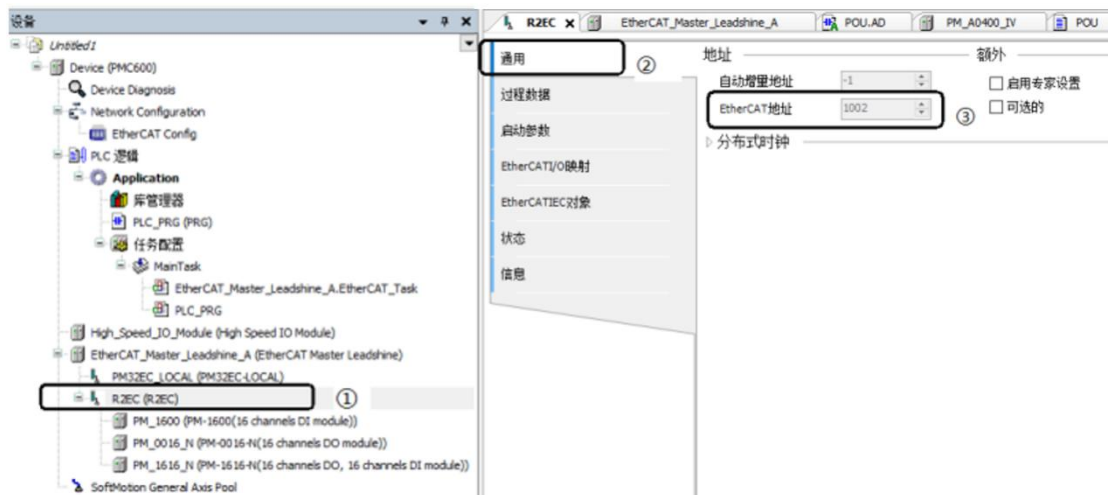

图 11.17 添加 R2EC 的节点地址
- ① 鼠标左键双击“R2EC”;
- ② 鼠标左键单击“通用”进入从站设置界面;
- ③ “EtherCAT 地址”为默认 1002 (可启用专家设置的配置的站别名使用自己设置的从站号), 后续的 SDO_CO_SdoWrite 及 ETC_CO_SdoRead 指令需要使用。如图 11.17 所示。